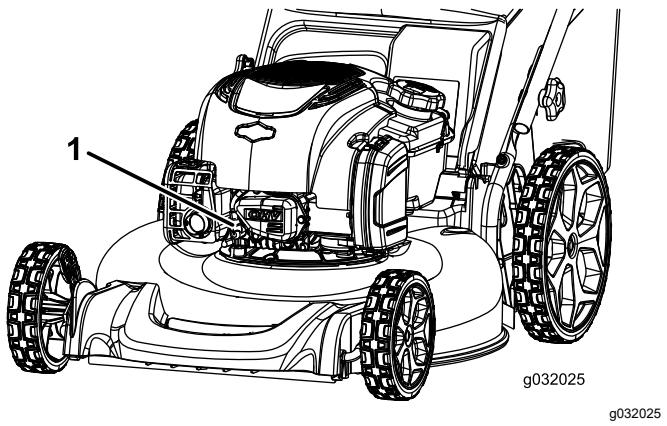

Рисунок 18
- Отсоедините провод от свечи зажигания (Рисунок 18).